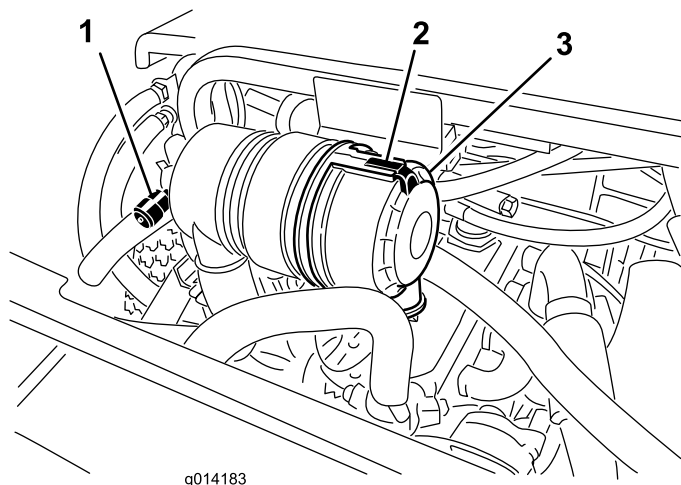

Figure 35
Faites l'entretien du filtre à air uniquement quand l'indicateur de colmatage (Figure 35) indique que cela est nécessaire. Changer le filtre à air prématurément ne fait qu'accroître le risque de contamination du moteur par des impuretés quand le filtre est déposé.
1. Desserrez le verrou qui maintient le couvercle sur le corps du filtre à air (Figure 35).